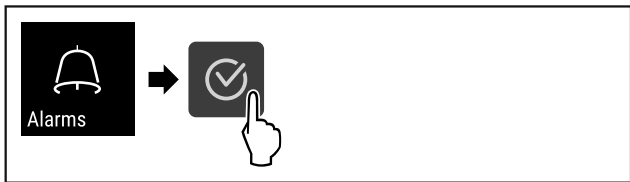

Fig. 130
- ▶ Følg anvisningene (se Fig. 130).
- ▶ Følg anvisningene (se Fig. 130) .